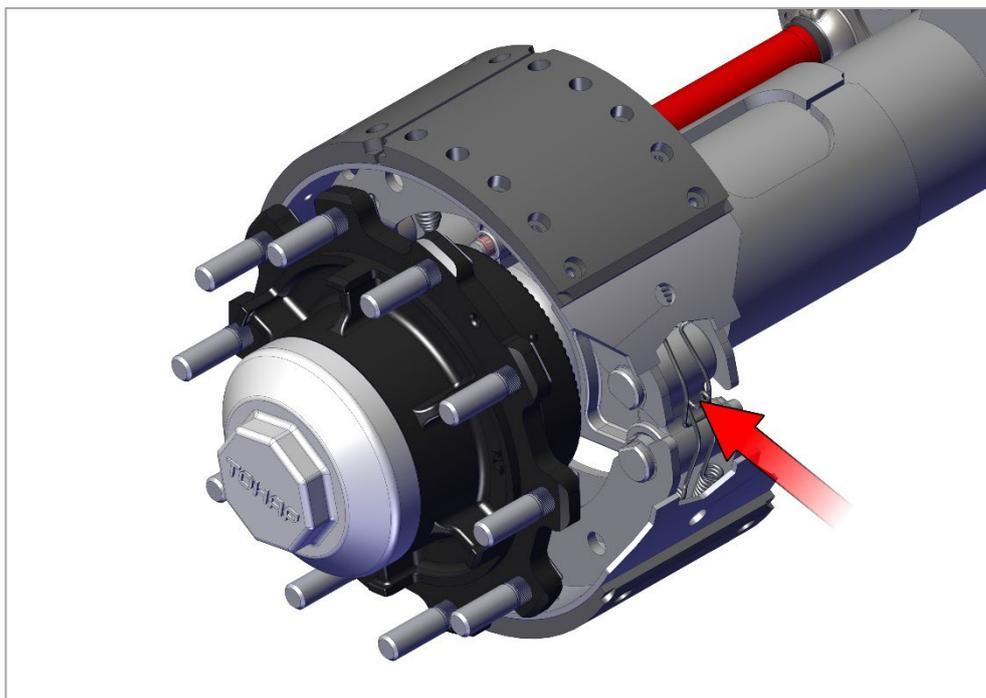

Рис. 24. Зажим пружины.
3) Используя отвёртку, освободите зажим пружины из тормозной колодки. Снимите зажим пружины (рис. 24);